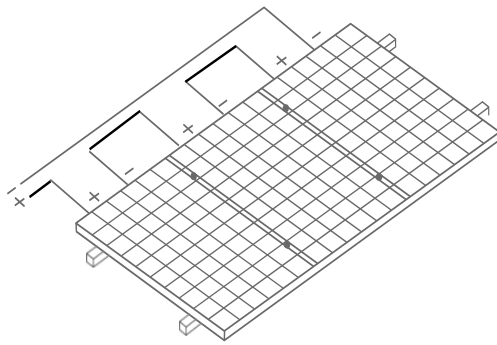

图20 串联方式
- 不要在同一太阳能光伏系统中使用不同型号的组件。当组件串联在一起时，每串的电压不能超过系统最大电压 (串联方式如下图 20)。具体请参考该国家或地区或当地的规范。